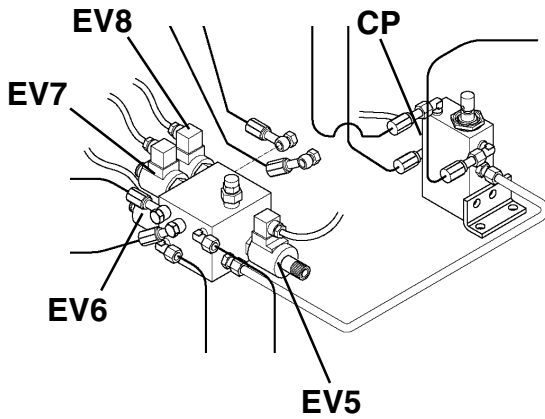

Fig.8
Collegare i cavi presenti in centralina alle elettrovalvole **EV5**, **EV6**, **EV7**, **EV8** al pressostato (**CP**) (vedi Fig.8). Posizionare il micro **FC2** sotto alla pedana **P1**, infilare il cavo nella canalina **1** (Fig.9) e collegarlo alla morsetteria nella centralina (vedi Fig.9). Fissare la canalina al suolo con gli appositi tasselli. A questo punto, posizionare la pedana **P2** all'interno della fossa, rispettando le misure indicate in Fig.7 e particolarmente la quota A^{+3}_0 tra le pedane mettendo sotto le viti (1) di registrazione delle basi gli spessori (2).
Connect the leads in the control unit to solenoid valves **EV5**, **EV6**, **EV7**, **EV8** to pressure switch (**CP**) (See figure 8). Place the microswitch **FC2** below platform **P1**, fit the cable in the cableway (1 Fig. 9) and connect it to the terminal board in the control unit (see Fig. 9). Fasten the cableway to the floor using the plugs provided.
Die im Schaltschrank vorhandenen Kabel an die Elektroventile **EV5**, **EV6**, **EV7**, **EV8** an den Druckwächter (**CP**) (siehe Abb. 8). Den Mikroschalter **FC2** unter der Fahrbahn **P1** positionieren, das Kabel in die Kabelführung **1** (Abb. 9) verlegen und an die Klemmleiste im Schaltschrank anschliessen (siehe Abb. 9). Die Kabelführung über die dazu vorgesehenen Dübel am Fussboden verdübeln. Nun die Fahrbahn **P2** im Grubeninnern positionieren und die auf Abb. 7 angegebenen Masse einhalten, speziell die Quote A^{+3}_0 zwischen den Fahrbahnen, indem die Unterlegscheiben (2) unter die Einstellschrauben (1) des Grundrahmens gelegt werden.
Connecter les câbles du pupitre de commande aux électrovalves **EV5**, **EV6**, **EV7**, **EV8** aux pressostats (**CP**) (voir Fig. 8). Positionner le microinterrupteur **FC2** sous le chemin de roulement **P1**, introduire le câble dans le cheminement (1 Fig. 9) et le raccorder à la barrette de connexion située dans le pupitre de commande (voir Fig. 9). Fixer le cheminement au sol au moyen des vis tamponnées spéciales.. Positionner maintenant le chemin de roulement **P2** à l'intérieur de la fosse, en respectant les mesures indiquées à la Fig. 7 et, d'une manière particulière, la cote A^{+3}_0 entre les chemins de roulement en introduisant les cales (2) sous les vis de réglage (1).
Conecte los cables situados en el panel de mando a las electroválvulas **EV5**, **EV6**, **EV7**, **EV8** y al presostato (**CP**) (ver Fig. 8). Coloque el microinterruptor **FC2** debajo de la plataforma **P1**, enfilar el cable en el conducto **1** (Fig. 9) y conectarlo al tablero de bornes del panel de mando (ver Fig. 9). Fije el conducto en el suelo con los tacos apropiados. A continuación, coloque la plataforma **P2** en el interior del foso, respetando las medidas indicadas en la Fig. 7 y en particular la cuota A^{+3}_0 entre las plataformas, poniendo los espesores (2) debajo de los tornillos (1) de ajuste de las bases.